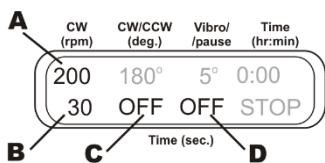

Рисунок 3.
- 6.9.1 **Вращение.** Установите скорость (40-1000 об/мин, рис. 3/А) и время (0-250 с, рис. 3/В) вращения. Отключите возвратно-поступательное и вибродвижение, уменьшив значение их таймеров до индикации OFF (рис. 3/С и 3/Д).
Примечание. Если таймер вращения выставлен на 0 (индикация 00, рис. 3/В), то прибор будет поддерживать движение в одном направлении, не меняя его.